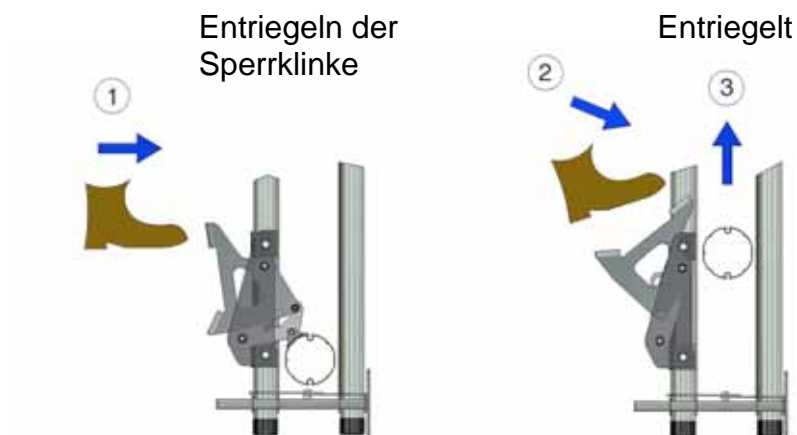

Abbildung 32: Entriegeln des Vorhangs
- 8.3 Um die Sperrklinke zu lösen, oberes Pedal treten, um das Material zu entspannen, und dann weiter drücken, bis das Pedal in der Arretierung einrastet und offen bleibt, siehe Abbildung 32.